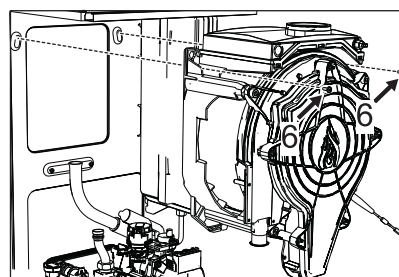

fig. 73 -
- Verwijder de 2 bovenste schroeven "6" waarmee de wisselaar aan het frame bevestigd is ("fig. 73 -")